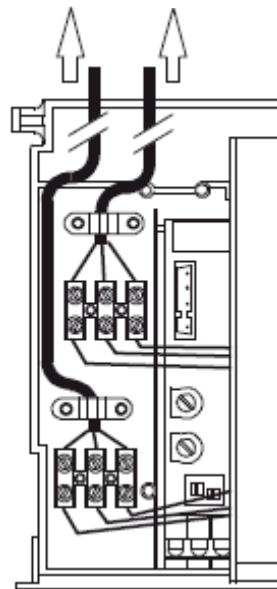

рис. 5.22
Кабель и провода электропитания котла и комнатного термостата должны проходить указанным образом и быть закреплены как на рис. 5.22 и выведены наружу из котла через два отверстия (1).